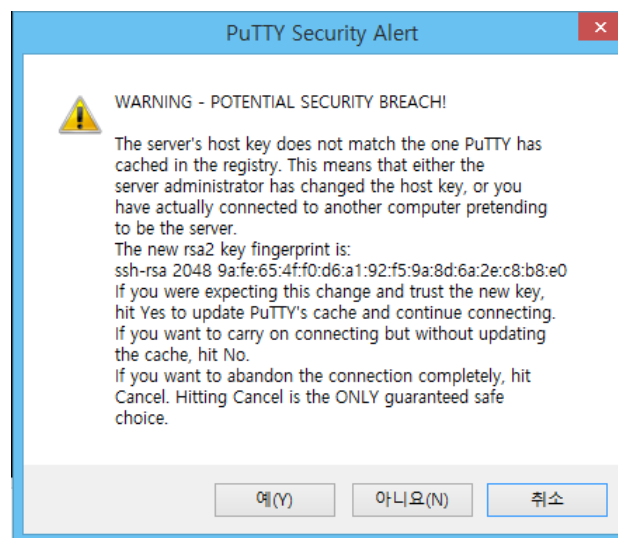

Figure 15 Security Alert
간혹 Figure 15과 같은 보안 경고 창이 뜨기도 하는데 이 때는 무시하고 “예 (Y)” 버튼을 누른다.